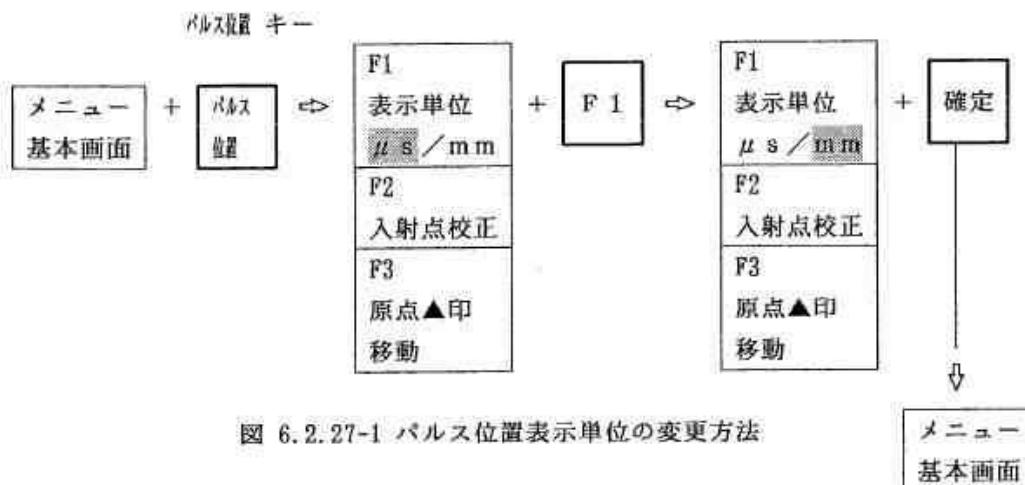

図 6.2.27-1 パルス位置表示単位の変更方法
- ① 機能キー【パルス位置】を1回押して図6.2.27-1のようにメニューエリアにパルス位置選択メニューを表示させます。
- ② 続いて、選択キー【F1】を1回押します。カーソルは【μ s】から【mm】に移動します。
- ③ もし、パルス位置を【mm】単位で表示したい場合は選択キー【F1】又は取消キーを1回押して下さい。
- ④ この後、確定キーを押して下さい。メニューエリアにメニュー基本画面が戻ります。